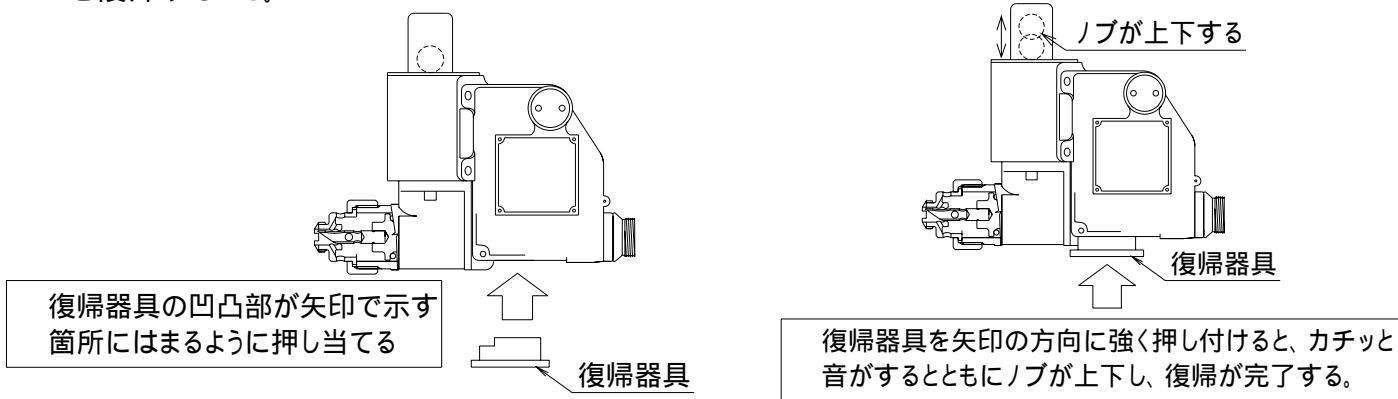

図3 復帰器具による復帰方法
(a)安全プラグが回らない場合(図3参照)
- (5)器具を使用せずに安全プラグを指で回して取外す。安全プラグが回らない場合は、起動弁開放装置が作動しており、この状態で無理に安全プラグを取外すと消火剤が放出して危険なので、ただちに起動弁開放装置を容器弁から取り外し、図3に示す手順で復帰器具を用いて復帰すること。
- (3)点検終了後、器具を使用せずに安全プラグを指で回して取外す。安全プラグが回らない場合は、起動弁開放装置が作動しており、この状態で無理に安全プラグを取外すと消火剤が放出して危険なので、ただちに起動弁開放装置を容器弁から取外し、図3に示す手順で復帰器具を用いて復帰すること。
危険	・ 起動弁開放装置作動時、カッター - による手などの損傷がないように注意すること。 ・ 安全プラグを取外す時は、器具を使用せずに必ず指で回して取外すこと。安全プラグが回らない場合は、起動弁開放装置が作動しており、この状態で無理に安全プラグを取外すと消火剤が放出して危険なので、ただちに起動弁開放装置を容器弁から取外し、図3に示す手順で復帰器具を用いて復帰すること。